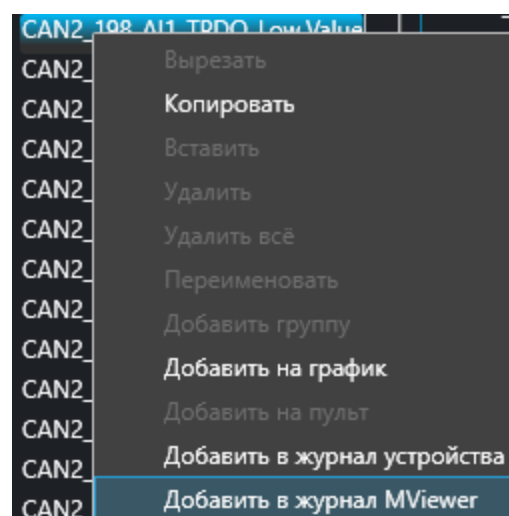

Рис. 49
2. В дереве или в таблице параметров нажатием правой кнопки “мыши” на выбранный параметр/группу параметров, выбрать команду “Добавить в журнал MViewer” (Рис. 49).